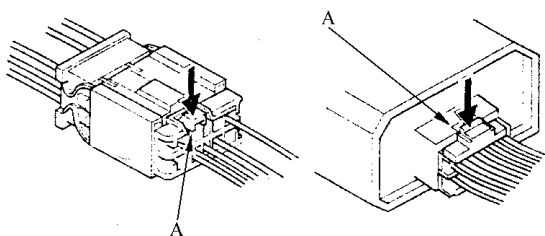

图 1-21 下压式分离式锁件
3) 如图 1-21 所示, 所有插接器均带有下压分离式锁件(A)。